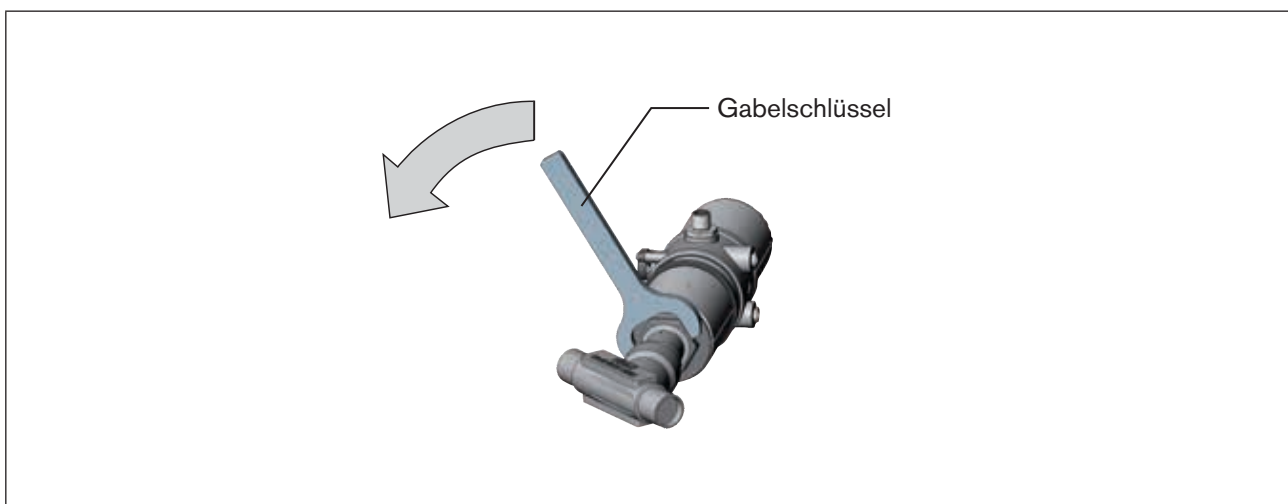

Bild 22: Drehen mit Gabelschlüssel
- ▶ Antriebsmodul nur gegen den Uhrzeigersinn drehen (siehe „Bild 22“).